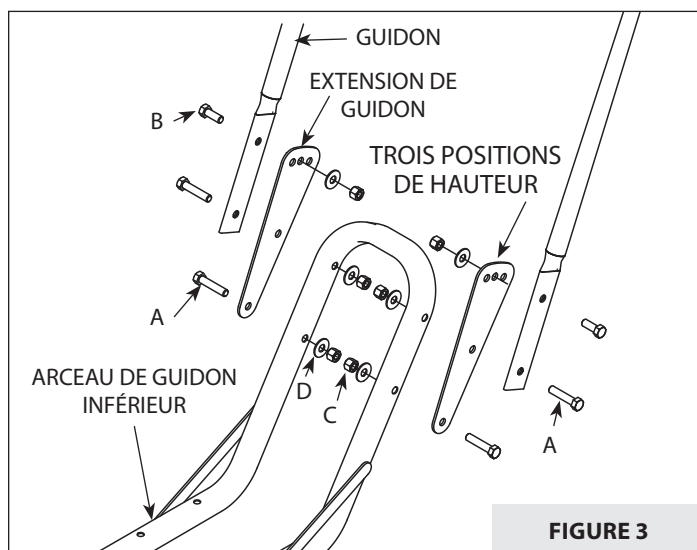

FIGURE 3
VOIR FIGURE 3.
8. Attacher le guidon à l'**extérieur** des extensions de guidon (côté opposé à l'arceau de guidon). Enfiler une vis M10 x 45 mm (A) dans chacun des trous inférieurs du guidon et à travers le trou du **milieu** de l'extension de guidon. Placer une rondelle plate M10 (D) et un écrou autobloquant M10 (C) sur l'extrémité de chaque vis et serrer à la main. **VOIR FIGURE 3.**
9. Enfiler une vis M10 x 25 mm (B) dans chaque trou supérieur du guidon et à travers l'un des trois trous de l'extension de guidon en fonction de la hauteur de guidon souhaitée. Placer une rondelle plate M10 (D) et un écrou autobloquant M10 (C) sur l'extrémité de chaque vis et serrer à la main. **VOIR FIGURE 3.**